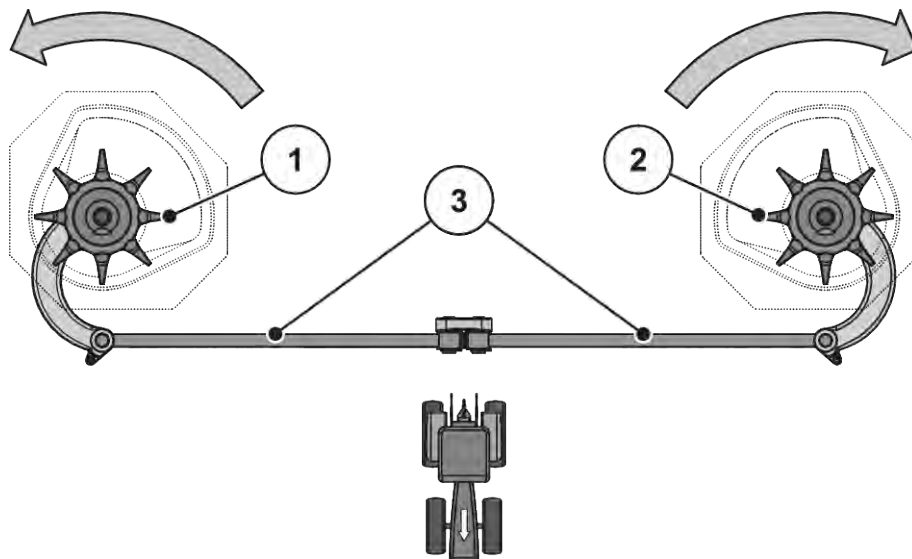

Рис. 54: Проверка привода мешалки
► Поверните рукой головку мешалки **в направлении вращения разбрасывающего диска**. См. Рис. 54 Проверка привода мешалки.
► Поверните головку мешалки с усилием рукой или с помощью ленточного ключа для масляного фильтра **против направления вращения разбрасывающего диска**. См. Рис. 54 Проверка привода мешалки